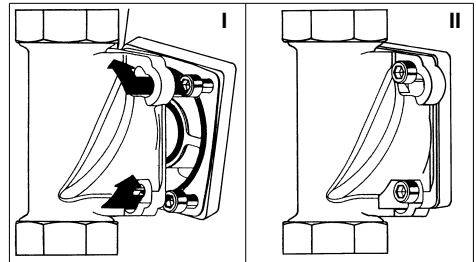

Abb. 7: Einbaudrehflansch mit Bajonett
- Die Anlage so an den Einbaudrehflansch ansetzen, dass die Schraubenköpfe durch die Bajonettbohrungen hindurchgehen (siehe Abb. 7 I).
- Die vier Zyl.-Schrauben M6x130 fest anziehen (siehe Abb. 7 II).
- Die Wasserenthärtungsanlage so an den mit „G“ gekennzeichneten Flansch des Umgehungsventils ansetzen, dass die Schraubenköpfe durch die Bajonettbohrungen hindurchgehen (siehe Abb. 7 I).